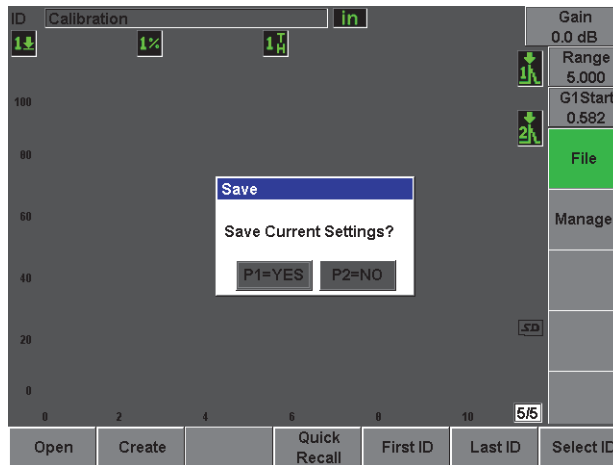

Abbildung 2-21 Dialogfeld Save (Speichern)
10. Taste **Save** (Speich.) drücken (siehe Abbildung 2-21 auf Seite 51).